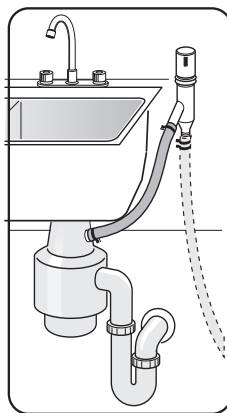

Ilustración 27
- 4 A la conexión de evacuación para lavadoras de platos en un eliminador de basura y a través de un dispositivo de ventilación, como muestra la **Ilustración 27**.